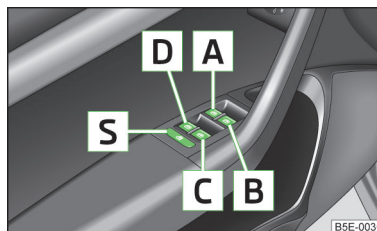

Fig. 23
- Se si trasportano bambini nei sedili posteriori, si raccomanda di mettere fuori servizio gli alzacristalli elettrici delle porte posteriori (interruttore di sicurezza)  » fig. 23 a pagina 52.
Tasti degli alzacristalli » fig. 23.
Premendo l'interruttore di sicurezza **S** » fig. 23 è possibile disattivare i tasti degli alzacristalli delle porte posteriori. Premendo nuovamente l'interruttore di sicurezza **S** è possibile riattivare i tasti degli alzacristalli delle porte posteriori.
- » Mantenere il tasto  nella posizione di apertura » **fig. 23** a pagina 52.
- » Mantenere il tasto  nella posizione di chiusura » **fig. 23** a pagina 52.